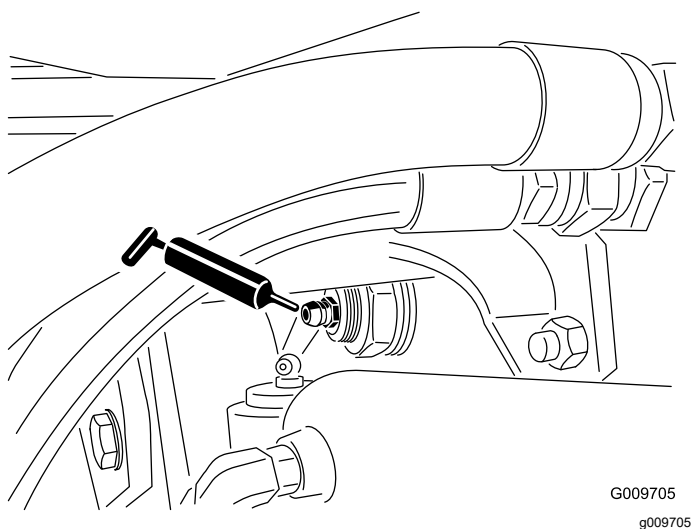

Figura 82
- Buce de pivotare a axului spate (2), aa cum se arată în Figura 82